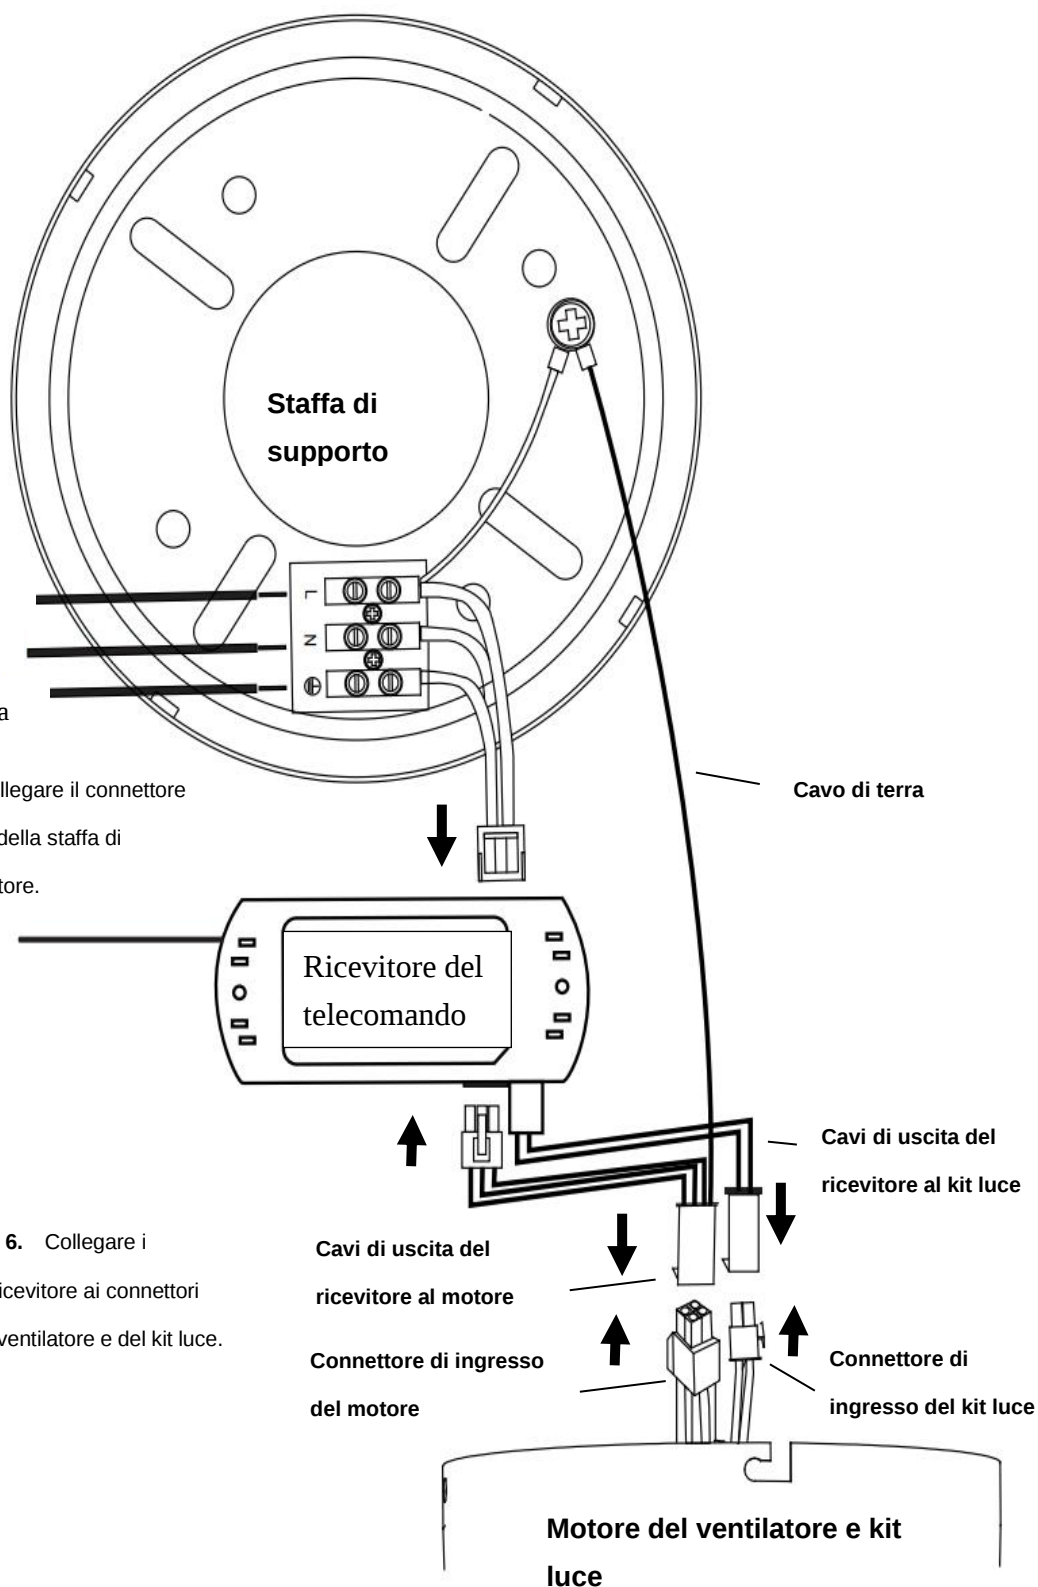

Fig. 4
PREPARAZIONE E INSTALLAZIONE DEI CAVI ELETTRICI - SCHEMA DI DIAGRAMMA (FIG. 4)
Dall'impianto elettrico alla morsettiera sulla staffa di supporto (Fig. 4)
Dalla staffa di supporto al ricevitore e al motore (Fig. 4)
2. Collegare i cavi di uscita del ricevitore del telecomando (dalla staffa di supporto con cavo di terra) all'uscita del ricevitore del telecomando (Fig. 4). Collegare i cavi di uscita del ricevitore del telecomando con cavo di terra (dalla staffa di supporto con cavo di terra) all'ingresso del motore del ventilatore (Fig. 4).